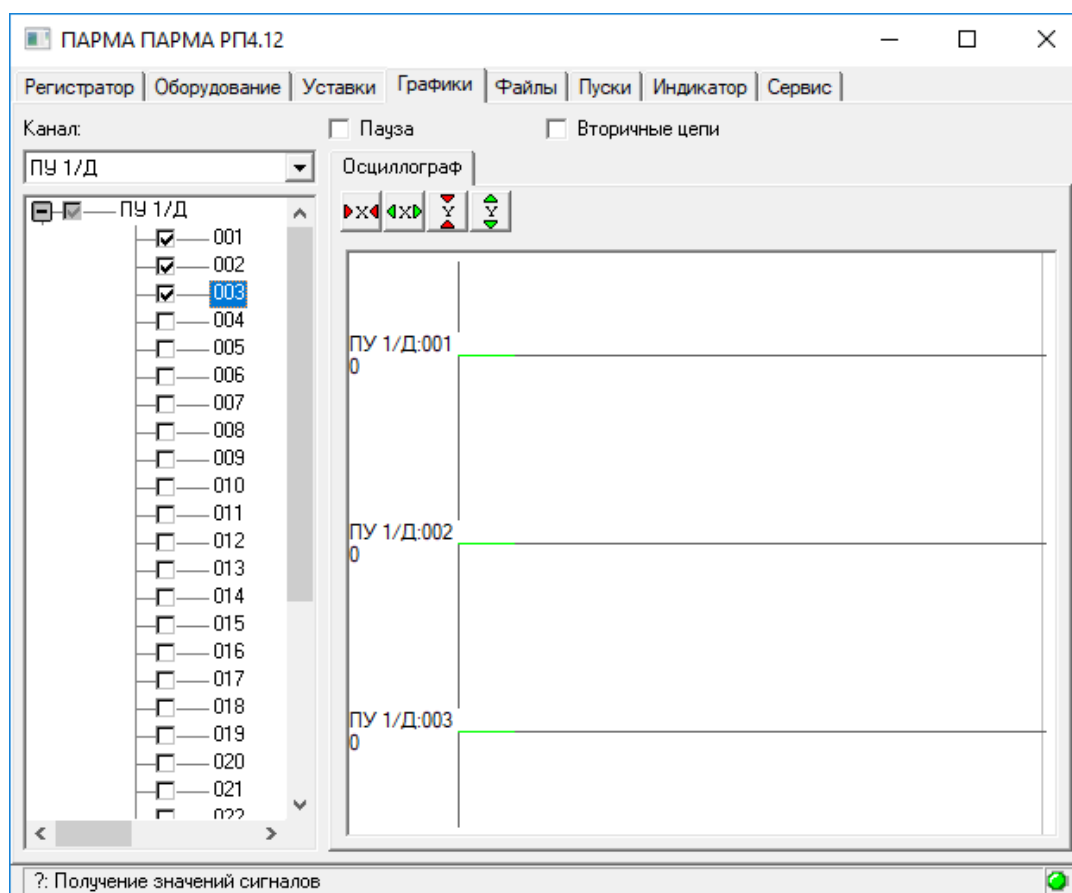

Рисунок 20 – Дискретные сигналы в окне вкладки «Графики»
- Рисунок 20 – Дискретные сигналы в окне вкладки «Графики»